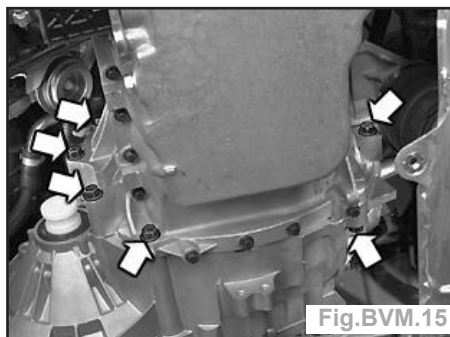

Fig.BVM.15
- Retirer les 6 vis restantes maintenant la boîte de vitesses sur le moteur (Fig.BVM.15).
- Poser les 6 vis de la boîte de vitesses sur le moteur (Fig.BVM.15).